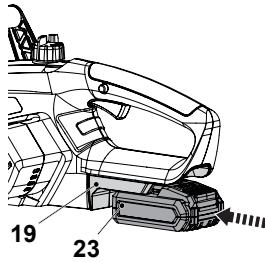

Fig. 13
1. Alinee la batería (23) con las ranuras de deslizamiento del puerto de acoplamiento de la batería (19) y deslice la batería (23) para colocarla. Asegúrese de que encaja en su sitio (Fig. 13)